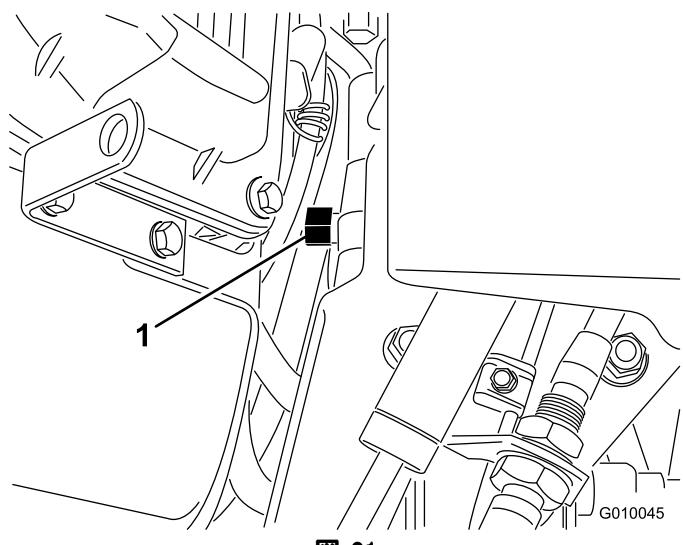

図 31
2. エンジンと油圧ポンプの途中に配置されているバイパス・バルブを探し出す(図31)。
3. レンチ(5/8")を使ってバイパス・バルブを左回りに1回転させる。これで油圧回路がバイパスされ、車輪が自由に回るようになる(図31)。
5. エアレータの運転を再開するには、バイパス・バルブを右回りに1回転させる(図31)。